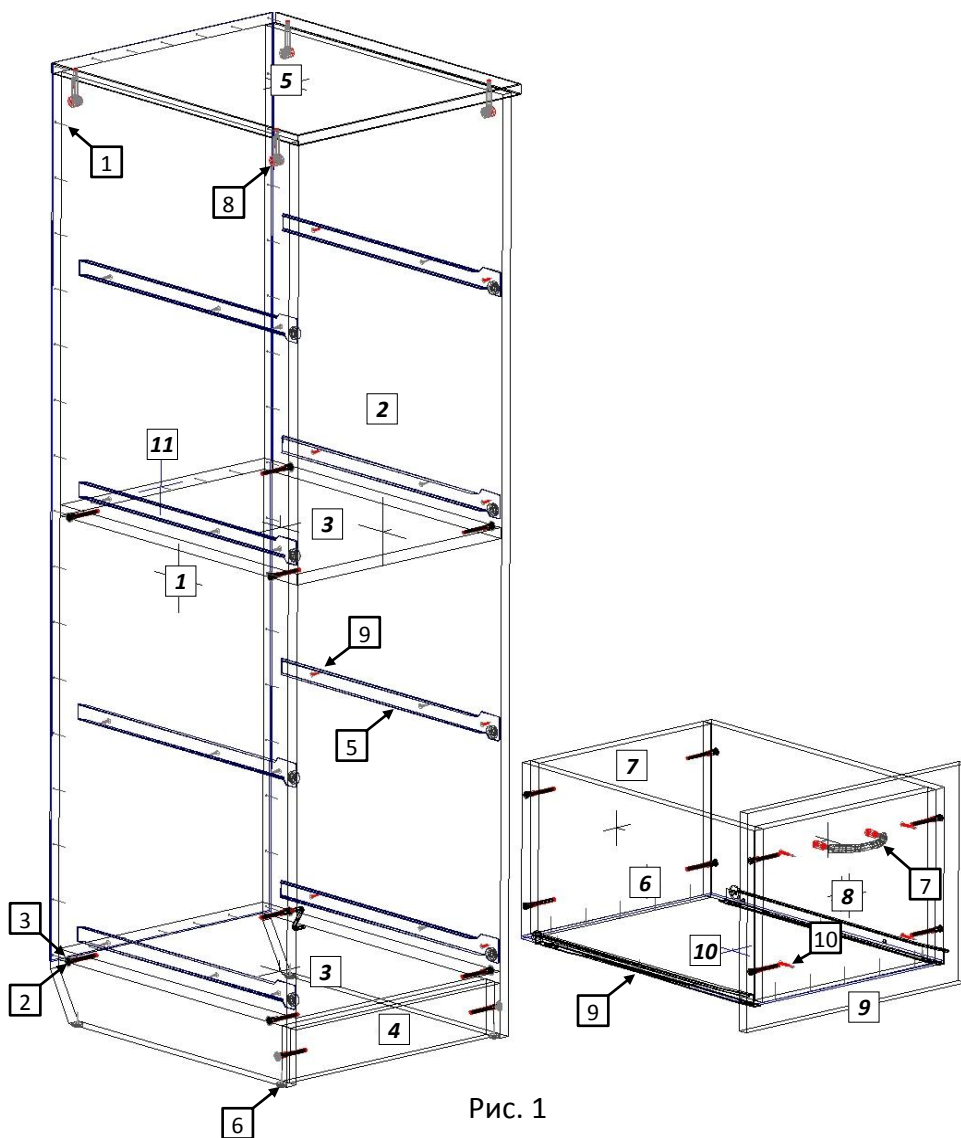

Рис. 1
4.1 Внимательно ознакомьтесь со схемой сборки, изображённой на рис. 1, сверяясь с комплектовочной ведомостью на изделие. Согласно позициям на схеме и комплектовочной ведомости определите расположение деталей в изделии и порядок их сборки. Сборка производится на ровном полу, укрытом материалом, предотвращающим повреждение покрытия пола и деталей мебели. Подготовьте необходимые для сборки инструменты – плоскую и крестовую отвёртки, молоток, рулетку или линейку.
4.3 Евровинтами (2), как показано на рис. 1, соедините вертикал. ст. [1,2] с горизонтальными стенками [3] и цоколем [4]. Установите крышку. Затяжка соединения производится путём поворота эксцентриков до упора в направлении стрелки, выштампованной на корпусе стяжки. Гвоздями (1) закрепите заднюю стенку ДВПО [11].